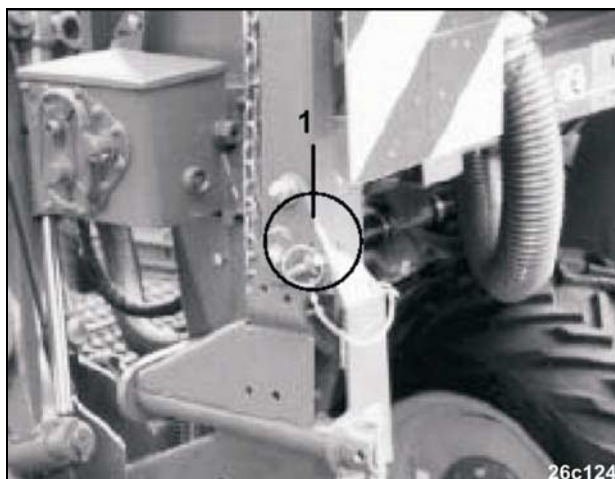

Fig. 129
- De markeurs in transportstand zetten en met klapstekker (Fig. 129/1) borgen.
- Markeurs in transportstand brengen en met klapstekker (Fig. 129/1) borgen.